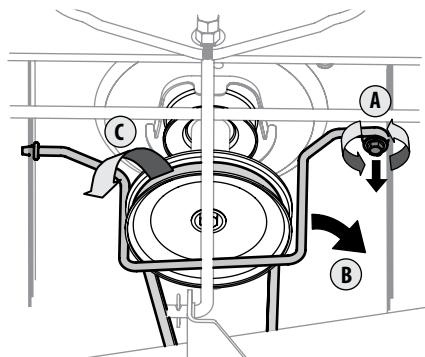

Figura 4-11
- Retire la varilla de la guarda de la correa, alrededor de la polea del motor del tractor, sacando el tornillo autoroscante (A) que le asegura. Consulte la Figura 4-11.
- Retire la correa (C) de alrededor de la polea del motor del tractor y de las poleas locas. Consulte la Figura 4-11.